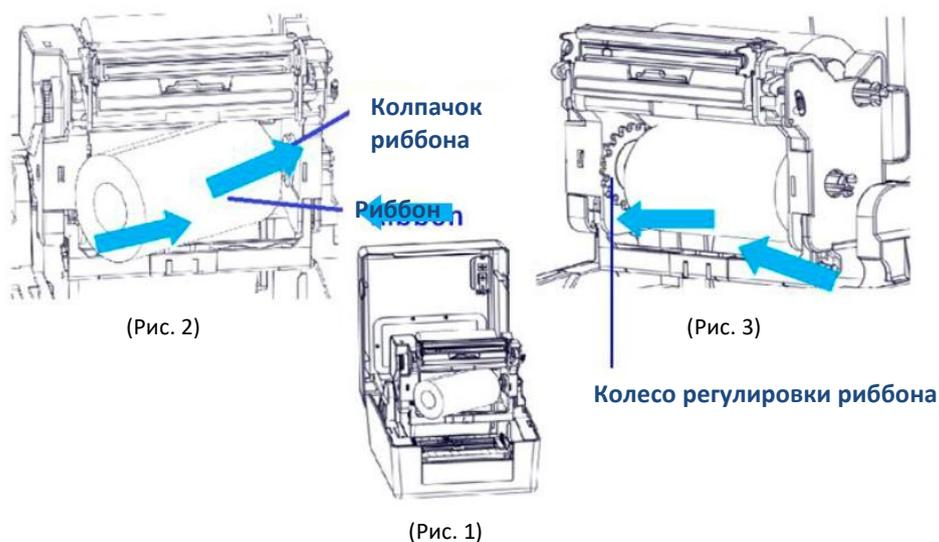

Рис. 2.3.1
- а) Если внутренний диаметр вала риббона составляет 12,7 мм (1/2 дюйма), применяется рабочая процедура, представленная на рис. 2.3.1 (обратите внимание на направление установки). Сначала поверните держатель риббона в положение, показанное на рис. 1, вставьте риббон в колпачок риббона в направлении, показанном на рис. 2, а затем вставьте другой конец риббона в колесо регулировки риббона, как показано на рис. 3. Наконец, аккуратно вытяните риббон наружу. Когда оператор ощутит упругую отдачу риббона, можно считать, что установка риббона завершена (см. рис. 2.3.1).